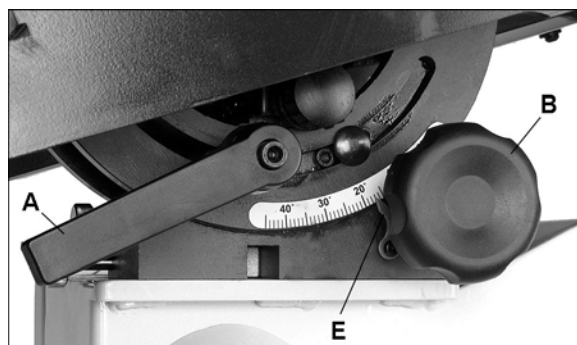
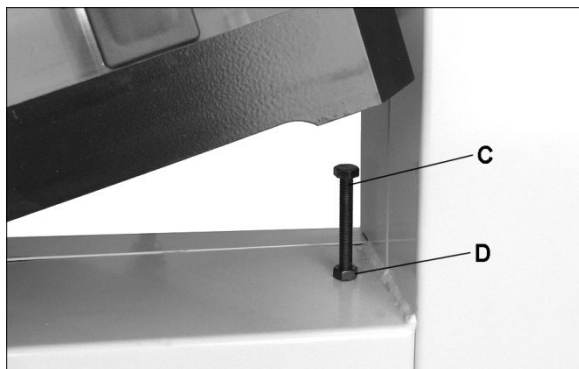

Рис. 15.
Рис. 16.
См. Рис. 15.
1. Ослабьте ручку фиксации (A).
2. Для наклона стола вправо (если смотреть со стороны оператора или передней части станка) до 45° , поворачивайте ручку (B) против часовой стрелки, при этом подталкивая стол в нужном направлении. Для точной регулировки используйте ручку (B).
3. Для наклона стола влево (если смотреть со стороны оператора или передней части станка) ослабьте ручку фиксации (A) и поверните ручку (B) по часовой стрелке на один или два оборота, чтобы ослабить давление на упорный болт (показан на Рис. 16). Выкрутите упорный болт и поворачивайте ручку, чтобы наклонить стол влево до 15° .
4. Для завершения регулировки затяните ручку фиксации (A).
См. Рис. 16 и 17.
5. Если стол не перпендикулярен пильному полотну, ослабьте контргайку (D, Рис. 16) с помощью 13 мм гаечного ключа, затем отрегулируйте упорный болт. Закручивайте/откручивайте болт до тех пор, пока не исчезнет просвет между угольником и полотном.
6. Затяните гайку (D), чтобы зафиксировать положение стола.
8. Проверьте, чтобы указатель шкалы (Е, Рис. 15) располагался на нуле. При необходимости ослабьте винт указателя и сдвиньте его на ноль. Снова затяните винт.